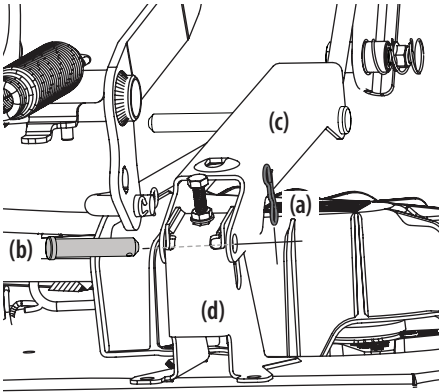

Figure 44
- a. Retirez les deux goupilles papillon (a) des axes de chape (b) qui fixent les supports du bras de levage (c) aux supports de levage du plateau arrière (d) sur le plateau. Retirez les axes de chape (b). Consultez la Figure 44.